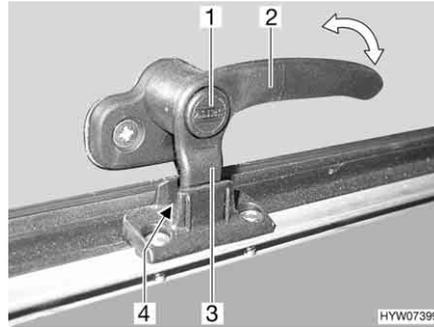
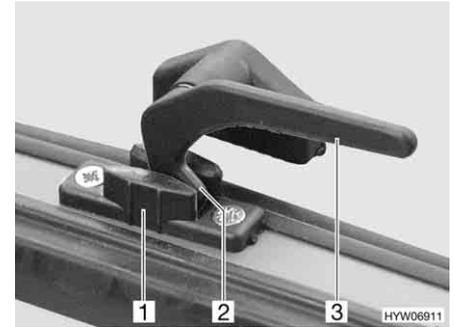

Fig. 95 Levier de verrouillage avec bouton de sécurité en position "Aération permanente"
Fig. 96 Levier de verrouillage en position "Aération permanente"
- En position "Aération permanente" (Fig. 95 et Fig. 96)
- S'il existe, appuyer sur le bouton de sécurité (Fig. 95,1) et le maintenir enfoncé.
- Tourner le levier de verrouillage (Fig. 95,2 ou Fig. 96,3) d'un quart de tour vers le centre de la fenêtre.
- Remettre le levier de verrouillage en position initiale. Le tenon de verrouillage (Fig. 95,3 ou Fig. 96,2) du levier de verrouillage doit pénétrer alors dans le logement prévu à cet effet dans le verrouillage de fenêtre (Fig. 95,4 ou Fig. 96,1).
- Relâcher le bouton de sécurité (Fig. 95,1).